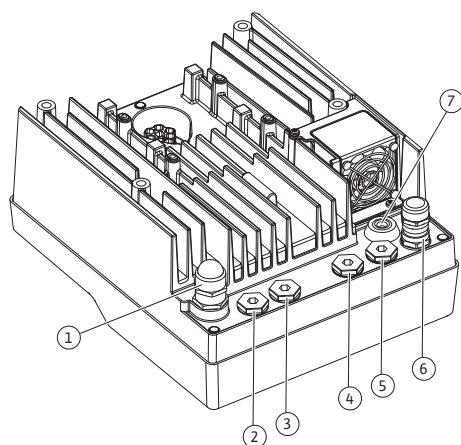

Fig. 19: Passe-câbles à vis/Passe-câbles
| Raccordement                                                                                   | Passe-câbles à vis  | Passe-câbleFig. 19, pos. | N° de bornes                           |
4. Guider le câble de raccordement dans le passe-câbles à vis M25 (Fig. 19, pos. 1). Serrer le passe-câbles à vis au couple prescrit.